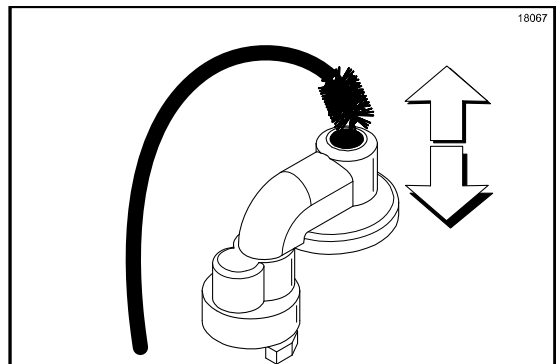

Рисунок 86
8. Вставьте черную экранированную щетку в нижнюю часть впускного клапана. Двигайте щетку вперед-назад, чтобы очистить этот участок, особенно около стального шарика. (См. рис. 86)